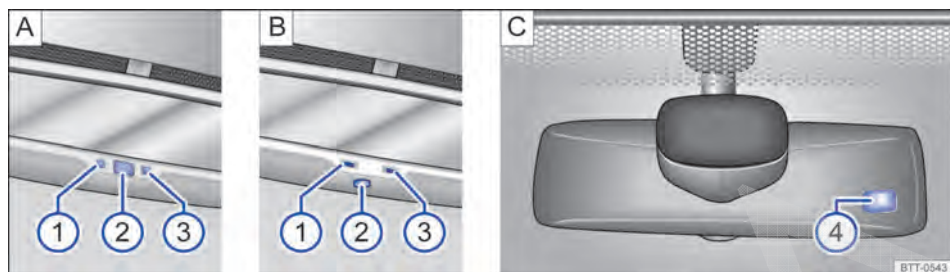

Fig. 108 No para-brisa: espelho retrovisor interno com antiofuscante automático.
Legenda para Fig. 108:
- ① Luz de controle.
- ② Interruptor.
- ③ Sensor para reconhecer a incidência de luz por trás.
- ④ Sensor para reconhecer a incidência de luz pela frente.
O antiofusco automático pode ser ligado e desligado com o interruptor no espelho retrovisor interno ⇒ Fig. 108 A ② ou ⇒ Fig. 108 B ②. Com o antiofusco automático ligado, a luz de controle ⇒ Fig. 108 A ① ou ⇒ Fig. 108 B ① se acende.